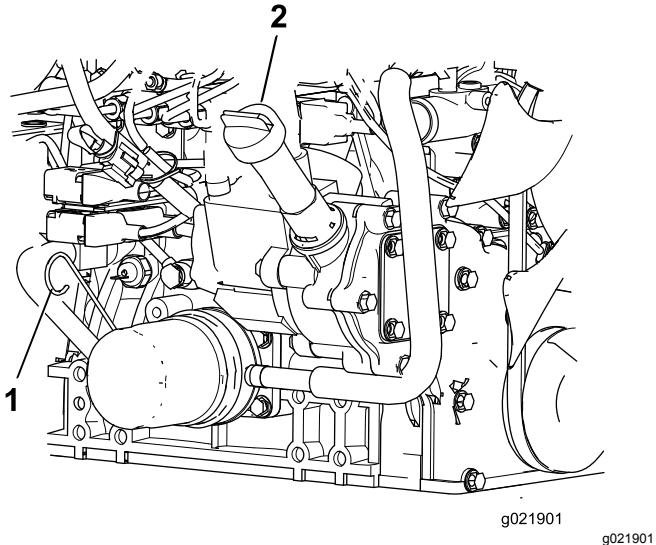

図 71
3. ディップスティックを抜き取り、付いているオイルをウェスで拭き、もう一度一杯に差し込んで抜きとる。FULL マークとADDマークの間にあればよい図 71。
4. オイルの量が少ない場合は、補給キャップ図 71を取り、Full とADDの間の位置までオイルを補給する。入れすぎないこと。